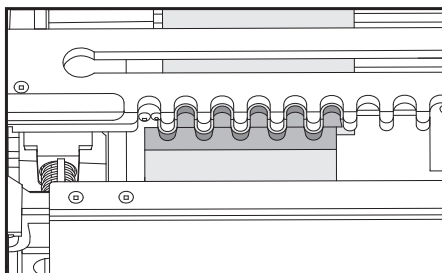

Fig. F15
14. Ajustez la toupie sur la barre stabilisatrice avec la mèche placée entre la barre et la pièce, puis faites la coupe. Faites une coupe montante, lente, de la droite vers la gauche le long du hayon vertical. Puis, nettoyez toutes les ouvertures sur les deux planches en bougeant lentement de gauche à droite. La coupe finale devrait ressembler à Fig. F15.